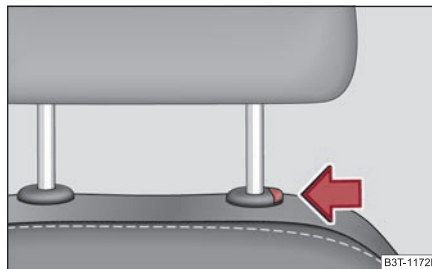

Fig. 82 Extraction des appuie-tête
- Si vous souhaitez abaisser l'appuie-tête, appuyez et maintenez la touche de verrouillage avec une main ⇒ page 84, fig. 82 et poussez en même temps sur l'appuie-tête avec l'autre main.
- Poussez la touche de sécurité dans le sens de la flèche ⇒ page 84, fig. 82 et retirez l'appuie-tête.